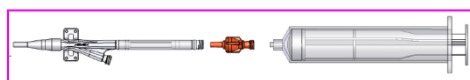

図 1. バルーン陰圧操作
- (1) トレーを滅菌袋から清潔域に取り出したら、IAB カテーテルの分岐部の He と書かれたガス用チューブに一方向弁を接続する。（図 1 参照）
- (2) 一方向弁後側に 50mL 空気抜きシリンジを接続し、IAB カテーテル内が十分な陰圧状態になるまで引くこと。その後シリンジのみを外し IAB カテーテル内の陰圧状態を保持すること。